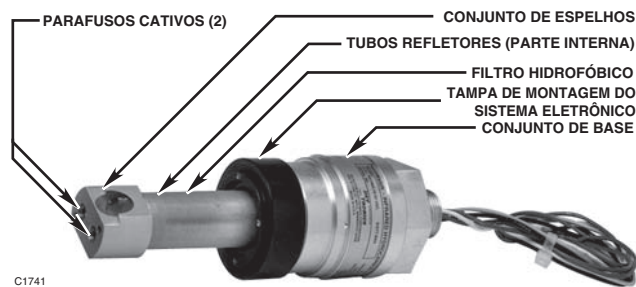

Figura 12 — Módulo IV e conjuntos de base
2. Desparafuse a tampa de montagem do sistema eletrônico apertada de fábrica (veja a Figura 12) girando-a em sentido anti-horário com a Ferramenta de Remoção da Tampa (P/N 009170-001). Aplique torque somente à tampa rosqueada. Não utilize uma ferramenta inapropriada como alicates ou alicates de pressão. Não torça ou aplique força ao conjunto de espelhos.
2. Parafuse a tampa de montagem do sistema eletrônico em sentido horário na base de montagem como mostra a Figura 12.